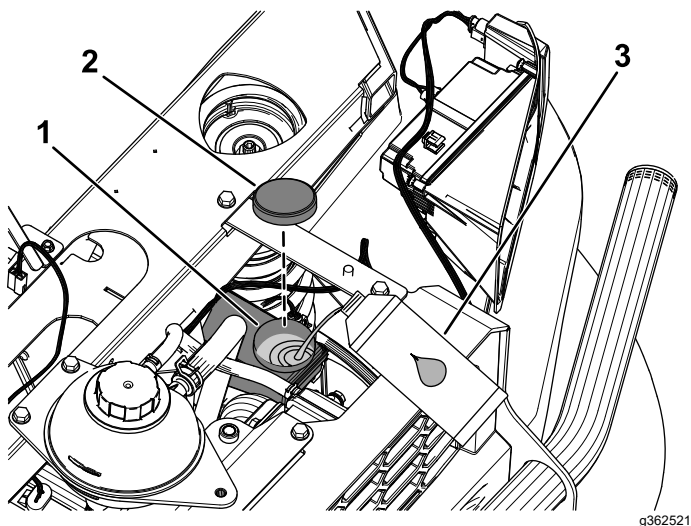

図 109
4. フードを持ち上げてブレーキのマスタースリンダとブレーキ液タンクにアクセスできるようにする **図 109**。
- A. ウェスでタンクのキャップの周囲をきれいに拭いてキャップ外す **図 109**。
- C. タンクにキャップを取り付ける **図 109**。